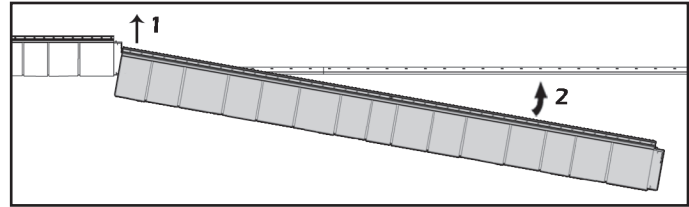

Figure D.1
4- Insert the next panel onto the starter strip and slide the left side over the previous panel closest of the desired position (1), then rotate the panel upwards (2) (Figure D). If installed at outdoor temperature above 68°F (20°C), slide the panel until the stopper. A reference line located on the right side of the panel allows correct positioning of the panel. If installed at outdoor temperature between 32°F (0°C) and 68°F (20°C), adjust the panel to the temperature line (Figure D.1). If installed at outdoor temperature below 32°F (0°C) position the panel slightly right of the line (1/16"(0,16cm)). Once positioned, nail the panel as previously indicated. Redo this step until the end of the row.
4- Insérer le panneau suivant sur la bande de départ et glisser la partie gauche par dessus le panneau précédent, le plus près de la position désirée (1), puis pivoter le panneau vers le haut (2) (Figure D). Si installé à une température extérieure supérieur à 68°F (20°C), glisser le panneau jusqu'à la butée. Une ligne repère située à l'extrémité droite vous permet de valider le positionnement des panneaux. Si installés à une température extérieure entre 32°F (0°C) et 68°F (20°C), ajuster les panneaux à la ligne de température indiquée (Figure D.1). Si installés à une température extérieure inférieure à 32°F (0°C), positionner le panneau légèrement à droite de la ligne (1/16"(0,16cm)). Une fois bien positionné, clouer le panneau comme mentionné précédemment. Refaire cette étape jusqu'à la fin de la rangée.